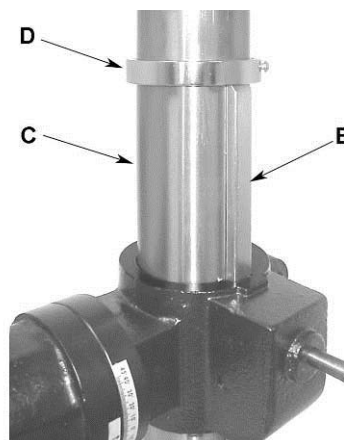

Figura 3
3. Deslice el *aro de la cremallera* (D) sobre la *columna* (C), colocándolo de manera que se apoye contra la *cremallera* (B) como se ilustra en la Figura 3 y apriételo con firmeza.